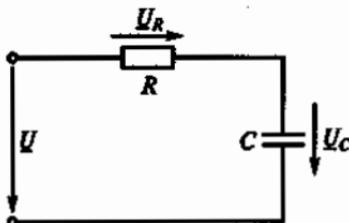

Рис. 87
3.26.Р. Цепь с последовательно соединенными резистором R и конденсатором C , показанная на рис. 87, подключена к источнику питания с постоянным напряжением $U = 100$ В. Как распределяется напряжение на участках цепи?